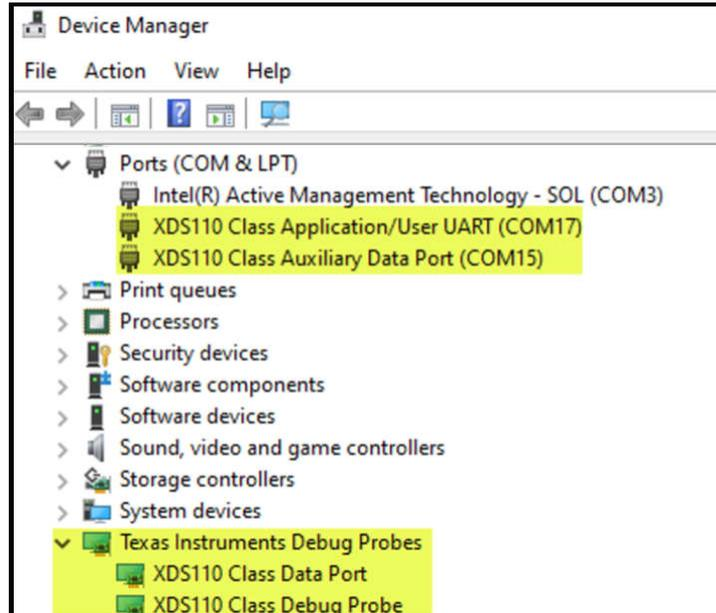

图 7-1. Microsoft® Windows® 10 设备管理器显示成功检测到 XDS110 调试探针
5. **出现在设备管理器中**：为了让 JTAG 调试探针与 PC 通信，需要安装驱动程序文件。这通常与安装 Code Composer Studio (CCS) 同时发生。要验证驱动程序是否已成功安装，请将 PC 连接到 JTAG 调试探针并开机。然后转至“Control Panel”→“Device Manager”（图 7-1）并找到相关的调试探针。